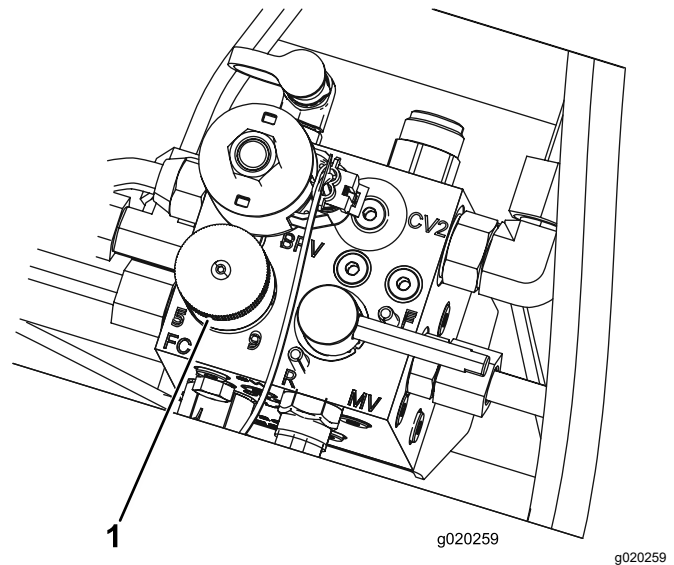

Bild 43
5. Drehen Sie den Knopf (Bild 43) des Mähwerksverteilers, bis der Anzeigepfeil mit der in Schritt 3 ermittelten Spindeldrehzahl übereinstimmt.